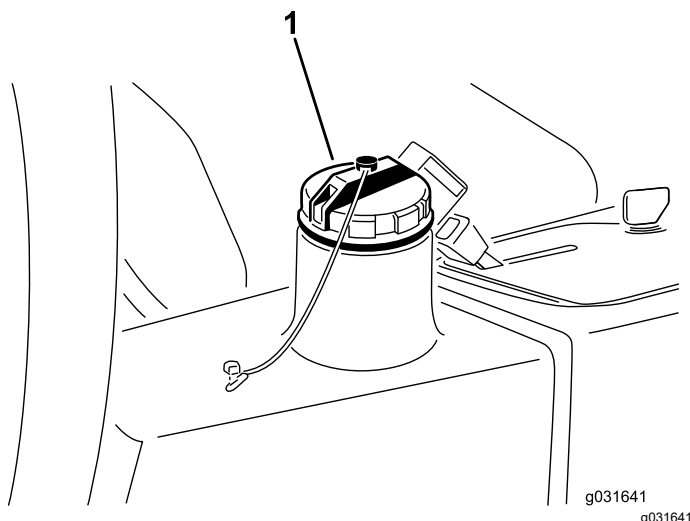

Figura 64
2. Curăați zona din jurul gâtului de umplere și a capacului rezervorului hidraulic (Figura 64).
3. Scoateți capacul rezervorului hidraulic (Figura 64).